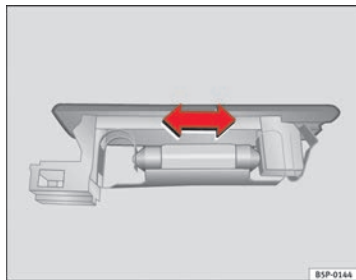

Abb. 177 Gepäckraum-
- Die Lampe zur Seite drücken und aus ihrer Halterung herausnehmen ⇒ Abb. 177.